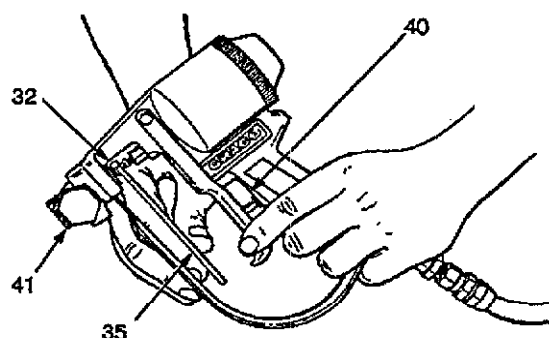

Fig. 12
Cerciorarse de que el cerrojo de seguridad del gatillo (40) esté enclavado (ON SAFE) antes de proceder a la intervención, para reducir el riesgo de lesiones corporales graves debidas a la inyección del líquido. Ver Fig. 12.
- l. Atornillar el casquillo de aire (41). Conectar la manguera de aire del conjunto de manguera calentada en el manguito de entrada (42) de la pistola. Ver Fig. 12.
- m. Utilizar el extremo de 7/16 de la llave (35) para ajustar la tuerca prensaestopas (32) hasta que quede apretada sin holgura. No apretar excesivamente. Ver Fig. 12.